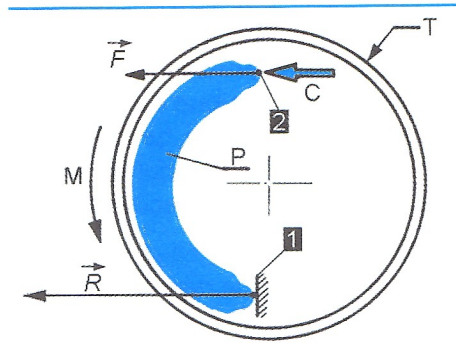

Figure 8.8A • Garniture comprimée ou primaire.
- Centrage dans le tambour par leur mobilité verticale (frottement), sur l'appui ❶ et la commande (C).
- Le segment (P) s'arc-boute sur l'appui ❶ ce qui augmente son action de frottement sur le tambour : le segment (P) est dit **comprimé** ou **primaire** (figure 8.8A).